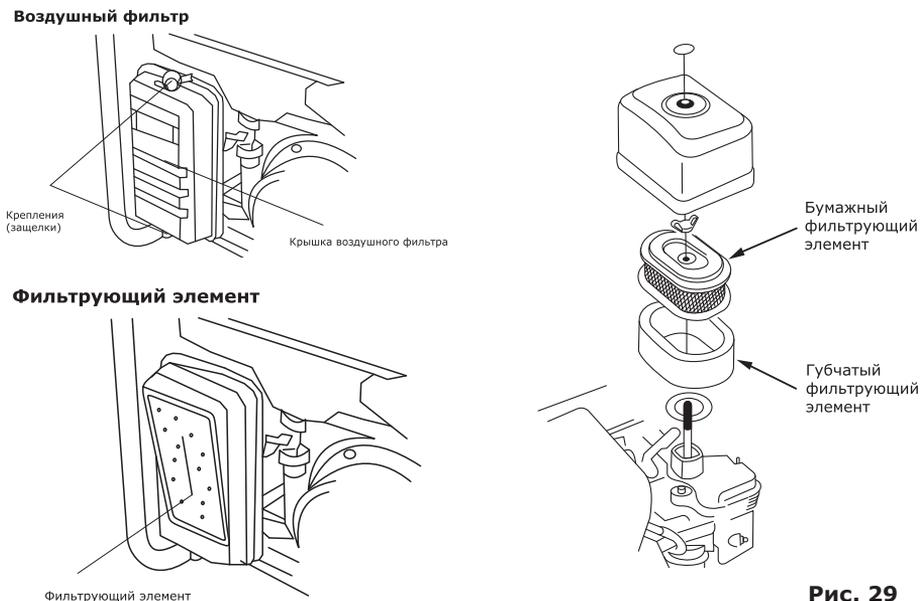

Рис. 29
- Откройте крышку фильтра (рис. 29).